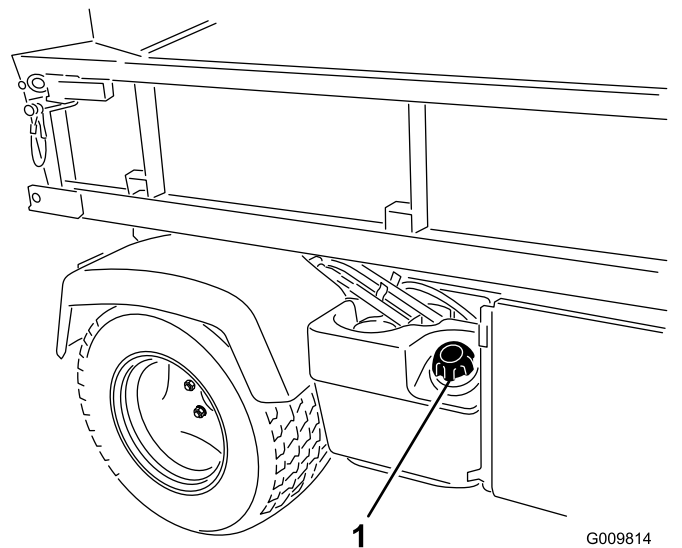

Figura 18
2. Rimuovete il tappo del serbatoio del carburante (Figura 18).